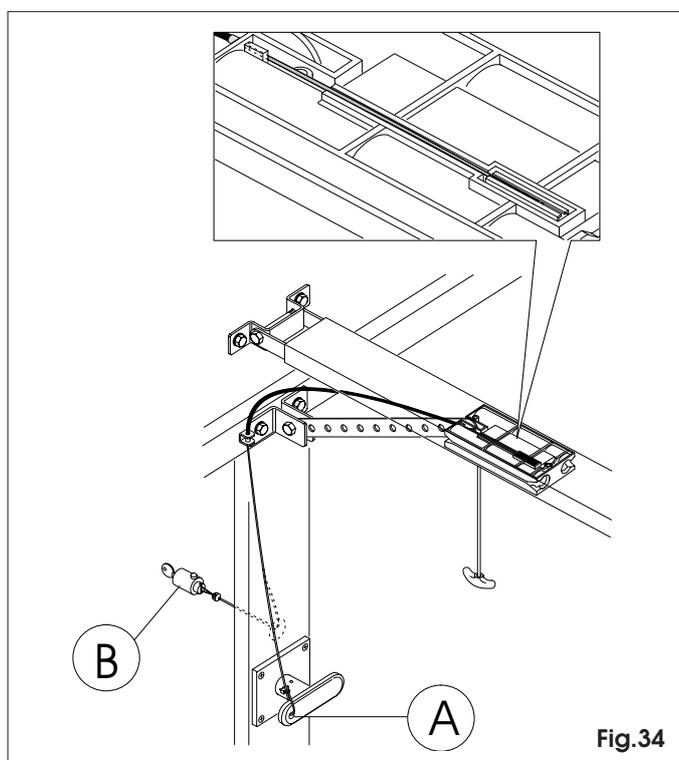

Fig.34
- a maniglia (fig.34 rif. A)
- a chiave (fig.34 rif.B)